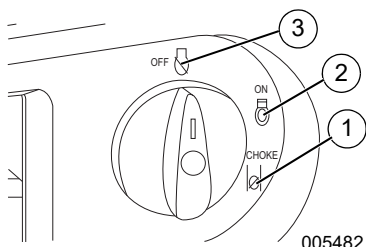

Figure 3-2. Positions OFF/RUN/CHOKE (Arrêt/ Marche/Étranglement)
1. Se reporter à la **Figure 3-2**. Placez le commutateur « OFF/ON/CHOKE » sur la position CHOKE (1).
- Se reporter à la **Figure 3-2**. Lorsque le moteur démarre, placez le sélecteur du cadran « OFF/RUN/CHOKE » sur la position RUN (2). Pour réduire le fonctionnement de l'étrangleur, faites tourner le sélecteur du cadran « OFF/RUN/CHOKE » en direction de la position RUN.
- Voir **Figure 3-2**. Placez le sélecteur du cadran « OFF/RUN/CHOKE » sur la position OFF (3).
- Se reporter à la **Figure 3-2**. Faites basculer le sélecteur du cadran « off/run/choke » de la position OFF à la position RUN. Cette action permet d'ouvrir le robinet de carburant et d'autoriser le démarrage de l'appareil.